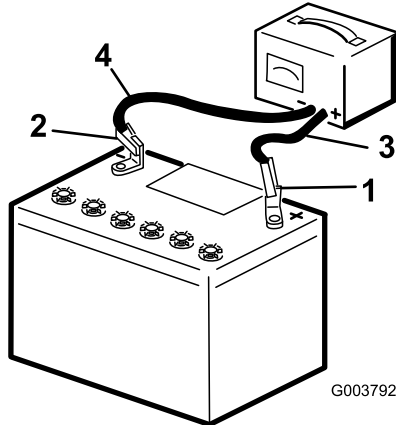

Bild 59
- Schließen Sie das Pluskabel des Batterieladegeräts an den Pluspol der Batterie an (Bild 59).
- Schließen Sie das Minuskabel des Batterieladegeräts an den Minuspol der Batterie an (Bild 59).
- Schließen Sie das Ladegerät von der Stromquelle ab, wenn die Batterie ganz aufgeladen ist. Klemmen Sie dann die Ladegerätkabel von den Batteriepolen ab (Bild 59).